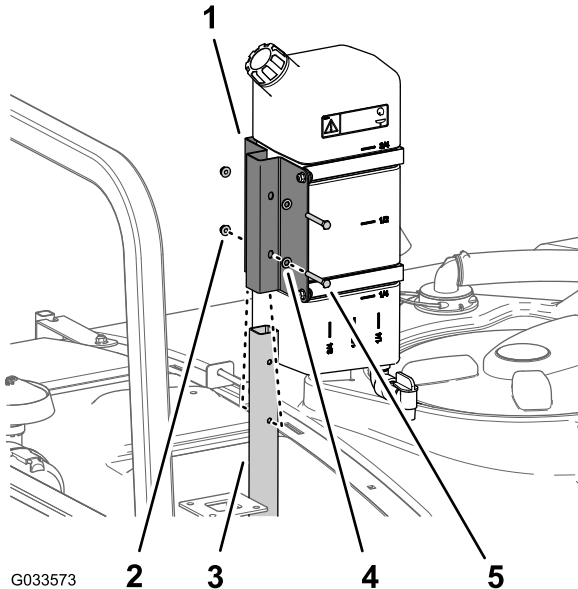

Bild 45
1. Montieren Sie den Frischwasserbehälter und die Befestigung mit den zwei Schrauben (5/16" x 2 1/4") und zwei Sicherungsbundmutter (5/16") am Stützrohr, wie in Bild 45 abgebildet.